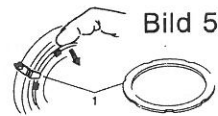

Bild 5
2. Zeiring aus Halterung herausnehmen (Bild 5)